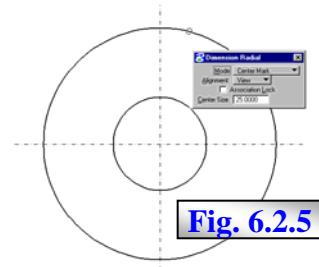

Fig. 6.2.5
4. Marcare centru cercuri 1 și 2, fig. 6.2.5
4.3 Identificarea oricăreia din cercurile 1 sau 2, & 2.4.1 și confirmare prin plasarea unui punct arbitrar. Cele două linii trasate, de către MS ca marcat de centru, fig. 6.2.5, sunt grupate într-o singură entitate, ca tip de element **Dimension**, ceea ce poate fi verificabil prin icoana **Element Information**, & 2.1;